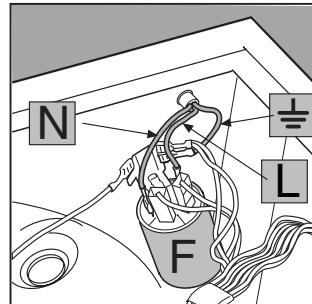

Рис. 4
3. Отсоедините провода от подавителя радиопомех F (рис. 4). Обратите внимание на цвет и расположение проводов: **синий** = провод N, **коричневый** = провод L. Последним отсоедините провод заземления  $\frac{1}{\infty}$ .